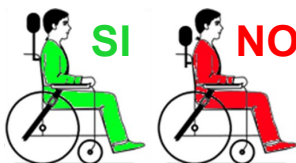

fig. 40
9. Installare un appoggiatesta idoneo per il trasporto e posizionarlo sempre adeguatamente durante il trasporto (fig.40)